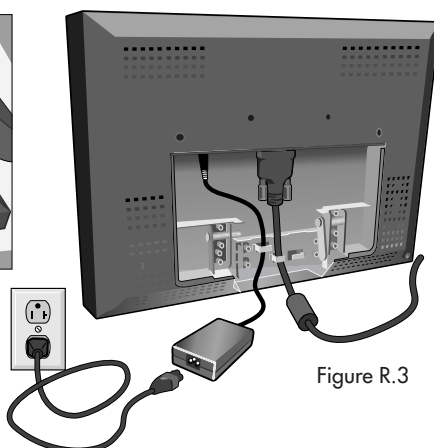

Figure R.3
5. Branchez le cordon de l'adaptateur CA au dos du moniteur dans la prise marquée "DC in" (Figure R.3).